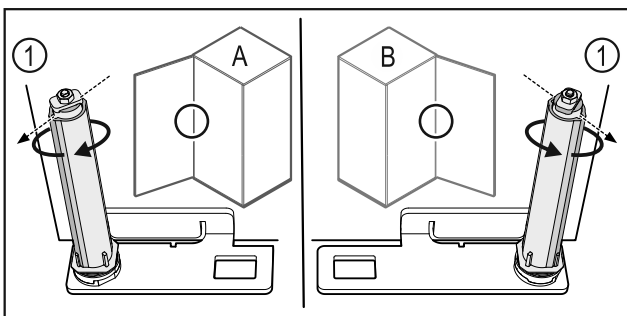

Fig. 55 Bal oldali ütköző (A) / Jobb oldali ütköző (B)
- ▶ Forgassa el a zárrendszert az ellenállással szemben, amíg a zárrendszer Fig. 55 (1) támasztója kifelé nem mutat.